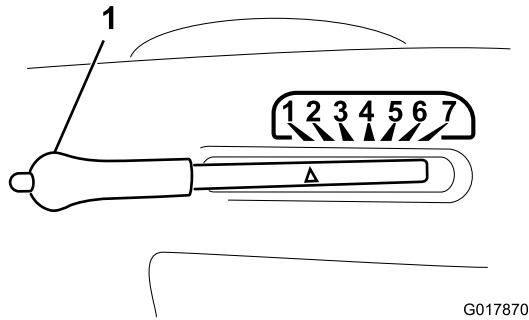

Bild 7
1. Halten Sie die Taste am Schnitthöhenhebel gedrückt (Bild 7).